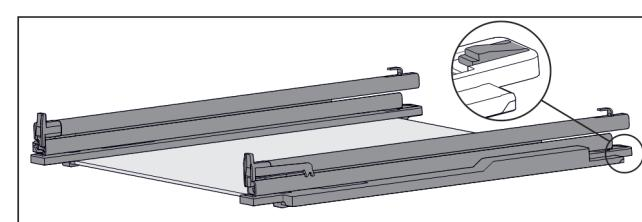

Fig. 109 Skleněná deska s kolejničkami a přídržnými díly
- Přídržný díl vzadu stlačte dolů (viz Fig. 109) a současně zasuňte kolejničku dozadu.